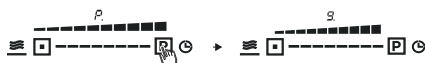

Fig. 37
For at aktivere boost niveau skal der trykkes på (P) (Fig. 37).